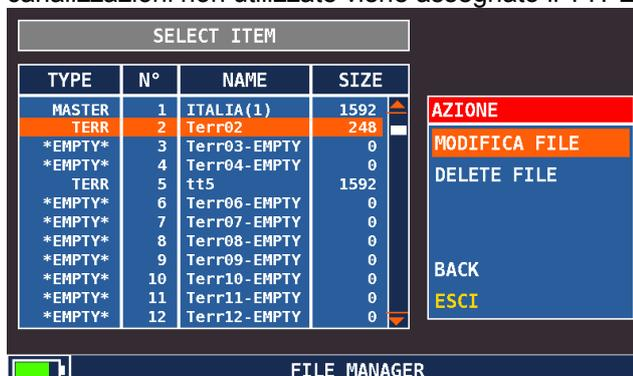

Fig. 8.1 Gestore dei Piani terrestri
- Gest- Piani: Attiva il File Manager dei piani di memoria. fig. 8.1
Se si seleziona una canalizzazione TERR per modificarla , premere il pulsante OK per attivare” MODIFICA FILE” nel riquadro AZIONE, come mostrato in fig. 8.1. Nella schermata successiva, si mostra la lista di canali del piano selezionato, rif. fig. 8.2: